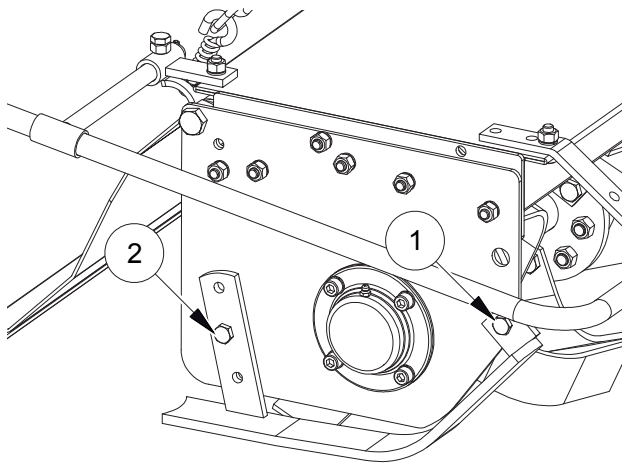

FIG. 16
Desserrer les écrous (1, Fig. 16), agir sur le régulateur arrière en desserrant l'écrou (2). Retirer vers le bas pour réduire la profondeur de travail; Insérer vers le haut pour augmenter la profondeur de travail. Visser les écrous (1 et 2, Fig. 16).